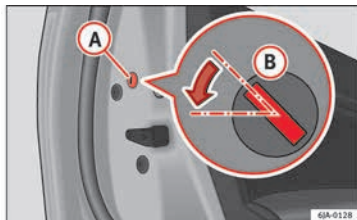

Abb. 4 Hintertür: Notverriegelung.
- Entfernen Sie die Abdeckkappe **A** » **Abb. 4**.